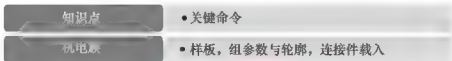

图 3.173 知识体系
(1) 对照图 3.173，梳理本任务的知识体系，并与同学相互交流、研讨个人对某些知识点或技能技巧的理解。